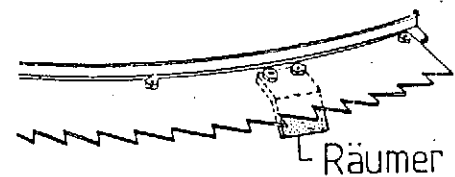

Abb. 43
- Stets auf intakte Räumerrahmen achten, siehe Abb. 43, denn stumpfe oder ausgeschwenkte Räumerrahmen führen zu Verstopfungen und belasten den Antrieb unnötig.
- Räumerrahmen (Abb. 43 und 44) prüfen.